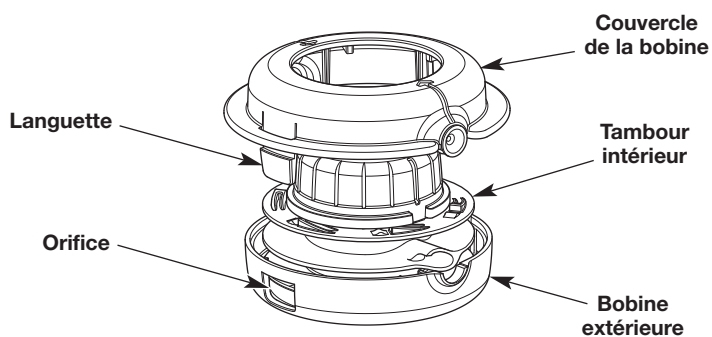

Fig. 16
1. Appuyez fermement sur les languettes de la tête de coupe (Fig. 16).
2. Enlevez le couvercle de la bobine (Fig. 16).
4. Utilisez un chiffon propre pour nettoyer le tambour intérieur, la bobine extérieure et le couvercle de la bobine (Fig. 16).
5. Alignez les languettes sur le couvercle de la bobine avec les orifices de la bobine extérieure (Fig. 16). Poussez le couvercle de la bobine sur la bobine extérieure jusqu'à ce que les languettes de sécurité s'enclenchent dans les orifices.